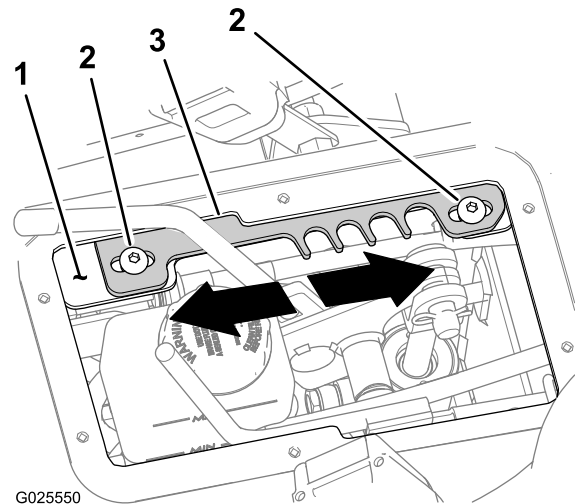

図 62
4. 速度レンジレバーを T 移動走行レンジにセットする 図 62。
5. ディテントプレートをレバーサポートブラケットに固定している六角ソケットねじ 5/16 x 3/4" 2本をゆるめる 図 62。
- 最高速度を大きくするには、ディテントプレートを **前方**に移動させる 図 62。
- 最高速度を小さくするには、ディテントプレートを **後方**に移動させる 図 62。